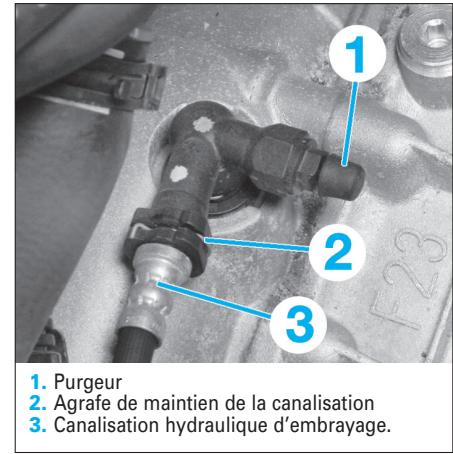

FIG. 3
- Décrocher le ressort de rappel (5) de la pédale d'embrayage (fig. 3).
- Retirer l'agrafe (4) et retirer l'axe (3) de la pédale d'embrayage.
- Déposer les deux écrous (2) de fixation de l'émetteur d'embrayage (1).
- Déposer l'émetteur d'embrayage (1).